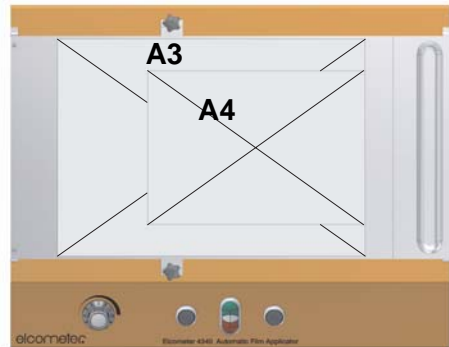

Bild 7. Substratposition auf dem Vakuuttisch
2. Positionieren Sie das Substrat auf dem Tisch; ein Substrat im A3-Format nimmt praktisch die gesamte Tischfläche ein, ein Substrat im A4-Format sollte auf der rechten Seite des Tisches positioniert werden, wie abgebildet (Bild 7).